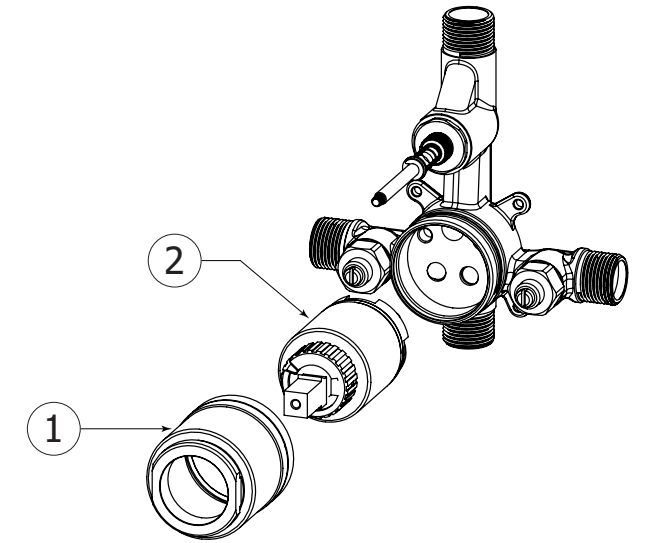

Fig.4
Unscrew the cartridge holder (1) and remove the protective plug. Insert the cartridge (2) into the valve body as shown (Fig.4). Make sure its guiding lugs line-up with the corresponding openings in the rough. Push the cartridge until its surrounding O-ring is firmly engaged. Reinstall the cartridge holder (1). **DO NOT OVERTIGHTEN.**
Dévisser le manchon de la valve (1) et retirer le capuchon protecteur. Insérer la cartouche (2) dans la valve telle qu'illustré (Fig.4). Utiliser les 2 projections en dessous comme guide pour l'orienter correctement. Enfoncer la cartouche, jusqu'à ce que le joint thorique du pourtour soit fermement engagé dans la base. refermer la valve à l'aide du manchon. **NE PAS TROP SERRER.**